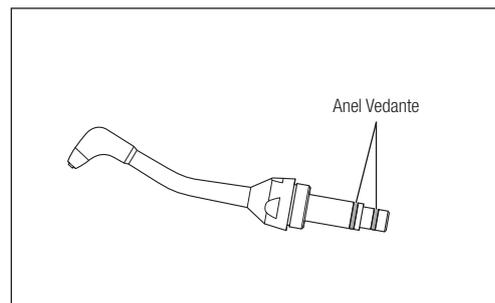

Fig. 46
- 2) Remova os anéis de vedação a partir da raiz do bocal, utilizando uma agulha, etc. (Fig. 46). Se houver pó nas ranhuras dos anéis, limpe as ranhuras antes de inserir os novos anéis.